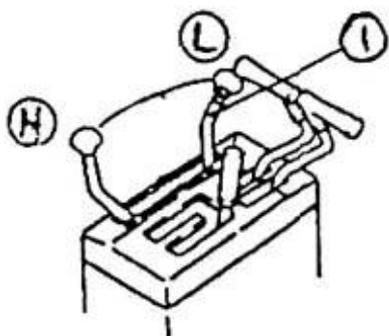

Рис. 2-4
#### 2.2.2.1.1 Рычаг управления подачей топлива (1) (Рис. 2-4)